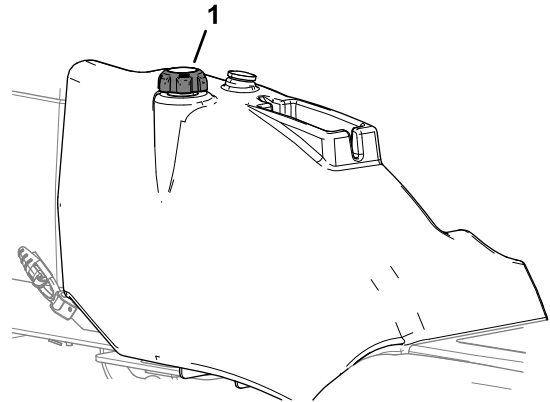

Bild 19
3. Nehmen Sie den Deckel vom Kraftstofftank ab (Bild 19).